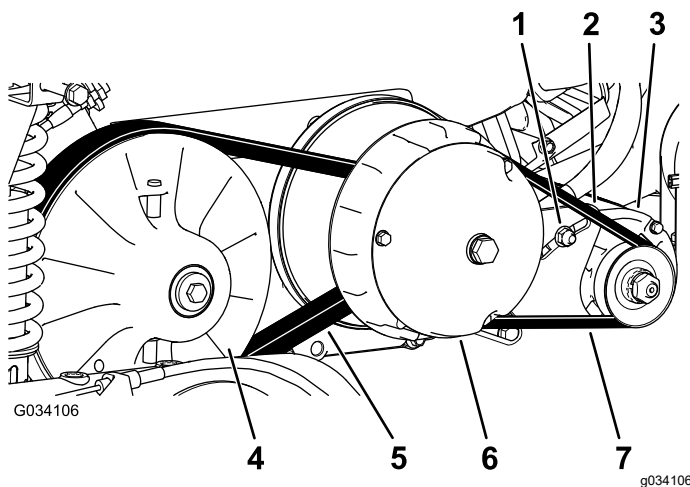

Figura 65
6. Haga girar la correa e inspecciónela (Figura 65) para asegurarse de que no está excesivamente desgastada o dañada.
3. Haga girar la correa y llévela sobre el embrague secundario (Figura 65).
4. Retire la correa del embrague primario (Figura 65).
5. Coloque la correa nueva sobre el embrague primario (Figura 65).
6. Haga girar la correa y llévela sobre el embrague secundario (Figura 65).
2. Afloje la tuerca del pivote del generador de arranque (Figura 65).
4. Aplique presión descendente sobre la palanca para hacer girar el motor de arranque hacia abajo en la ranura, hasta que la tensión de la correa sólo permita una desviación de 6 mm (1/4") con una fuerza de 44 N·m (10 pies-libra) (Figura 65).
5. Apriete la tuerca del pivote a mano y retire la palanca (Figura 65).